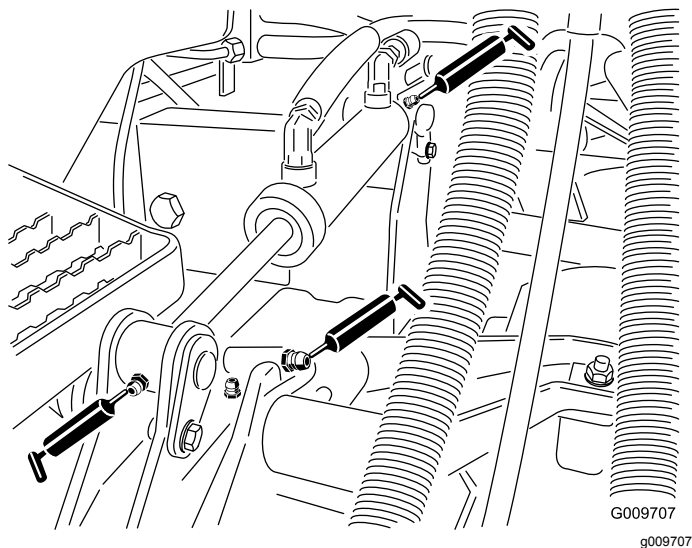

Рисунок 29
- Втулки рычага подъема (по 1 шт. на каждой деке) (Рисунок 29)
- Втулки гидроцилиндра подъема (по 2 шт. на каждой деке) (Рисунок 29)